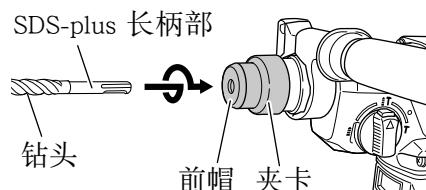
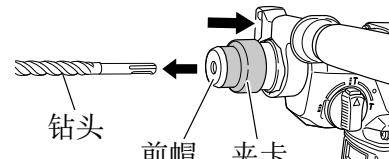

图 11
图 12
- (1) 转动侧手柄的握把将其拧松, 并将其推动直至其接触到齿轮盖。
- (2) 将侧柄调整至最便于使用的角度, 然后旋紧侧柄的夹卡, 将其锁紧。
3. 安装钻头 (图 11, 第 16 页的图 12)
(第 15 页的图 11)
(图 12)